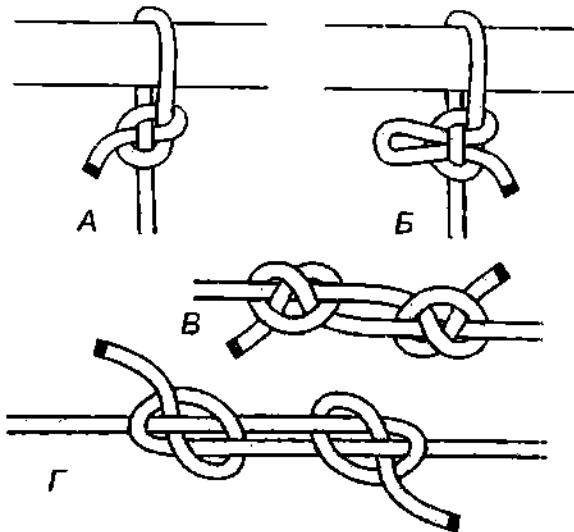

Рис. 951. А — сваечная петля; Б — быстроразвязывающаяся сваечная петля; В — богатырский узел; Г — связывание двух концов сваечными узлами.
**Сваечный узел** был очень популярен среди моряков. В основном он использовался как временный узел при подаче инструментов и обтягивании линя и шкимушгара при клетневании. **Сваечный узел** в разных комбинациях с верёвкой может быть чрезвычайно полезен во всевозможных ситуациях. С помощью **сваечного узла** можно прикрепить верёвку к опоре, можно связать два конца верёвки, а также **сваечный узел** является неплохим контрольным узлом (рис. 951, 952). На завязывание узла тратится минимум верёвки, узел легко запоминается, быстро вяжется и так же быстро — хоть с петелькой (**быстроразвязывающийся**), хоть без петельки — развязывается. Затянутые узлы остаются тугими, поэтому контрольный **сваечный узел** не развязывается самопроизвольно, как, например, **контрольный простой узел**.